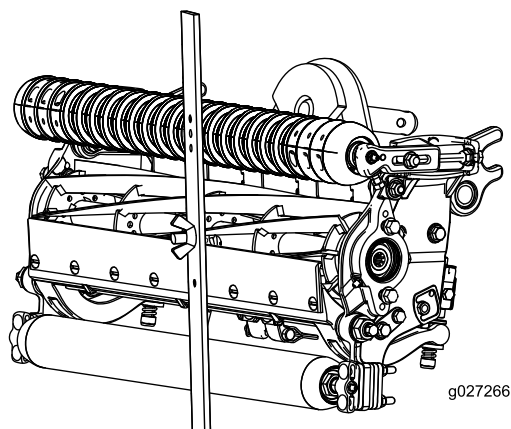

图17
3. 将螺丝头钩在底刀的刀刃上，并将调刀尺的后端放到后滚筒上（图17）。
4. 旋转调节螺丝，直到前滚筒接触到调刀尺（图17）。调整滚筒的两端，直到整个滚筒与底刀平行。